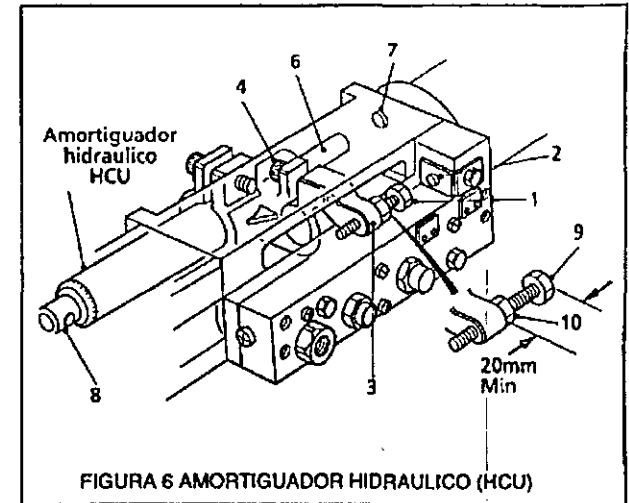

FIGURA 6 AMORTIGUADOR HIDRAULICO (HCU)
PREPARACIÓN DE LA OPERACIÓN DE TALADRADO (Ver la figura 6)
Usar (9) en la figura 6 para regular definitivamente la profundidad.
Inmovilizar usando (10) en la figura 6.
El final del macho de roscar DEBE estar por lo menos a 14mm sobre el bloque de prueba, para permitir el recorrido de engrane inversor del cabezal roscador. Ajustar la separación entre (2) y (3) de la figura 6, para igualar la profundidad de roscado ADEMÁS de la distancia del macho sobre la pieza.